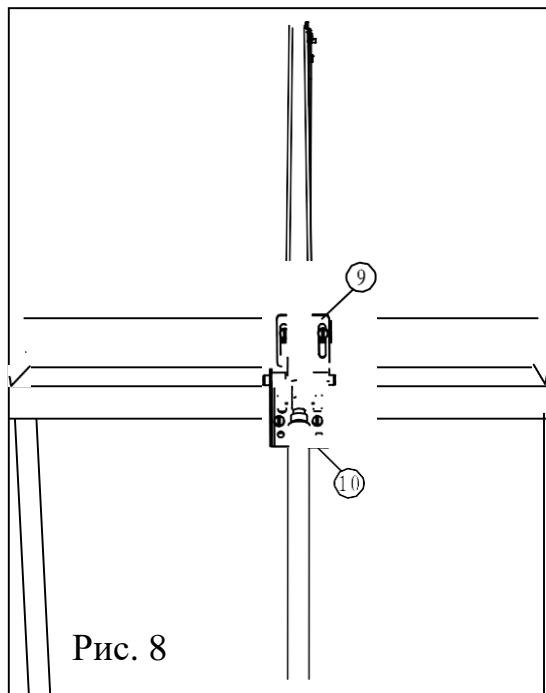

Рис. 8
6. Закрепите кронштейн рамы (10) на подоконнике, а кронштейн окна (9) закрепите на оконной раме прямо над кронштейном рамы (10). Окно должно быть закрыто. См. рис. 8.
7. Вкрутите цилиндр (1) в корпус цилиндра (2) так, чтобы резьба была одинаковой длины с обеих сторон корпуса.